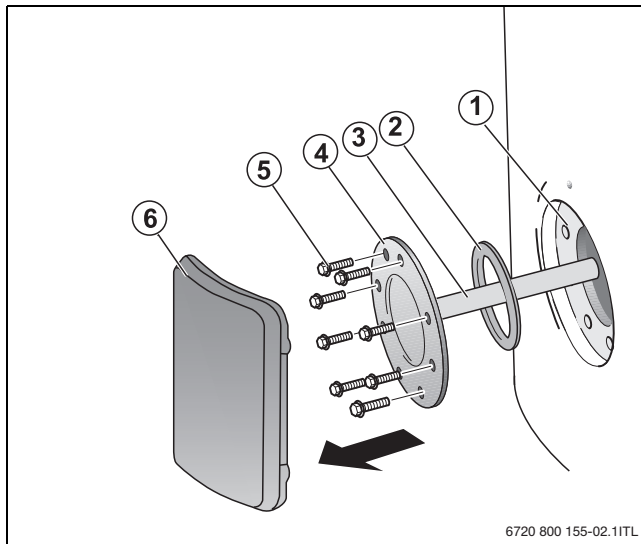

Fig. 19 Desmonte la tapa del registro de acceso manual
- ▶ Desmontar la tapa del registro de acceso manual (→ fig. 19, pág. 51) si aún no se ha hecho.